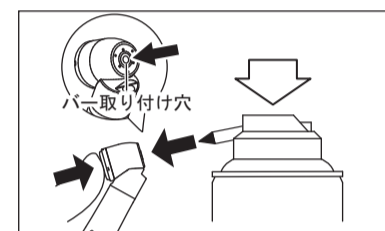

図9
- 2) プッシュボタンを軽く押しながらバーの取り付け穴へ直接スプレー注油を1~2秒行います。(図9)